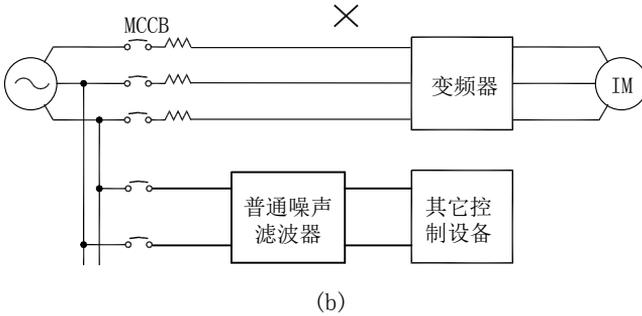

图 3-6 噪声滤波器的错误安装
- 噪声滤波器的正确和错误安装方式如图 3-5 和图 3-6 所示。